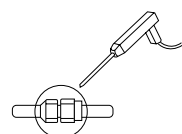

Fig. 4-3
- Faire un contrôle de fuite de réfrigérant au niveau du raccord avec un contrôleur de fuites de gaz ou avec une solution d'eau savonneuse en procédant de la façon indiquée sur la Fig. 4-3.